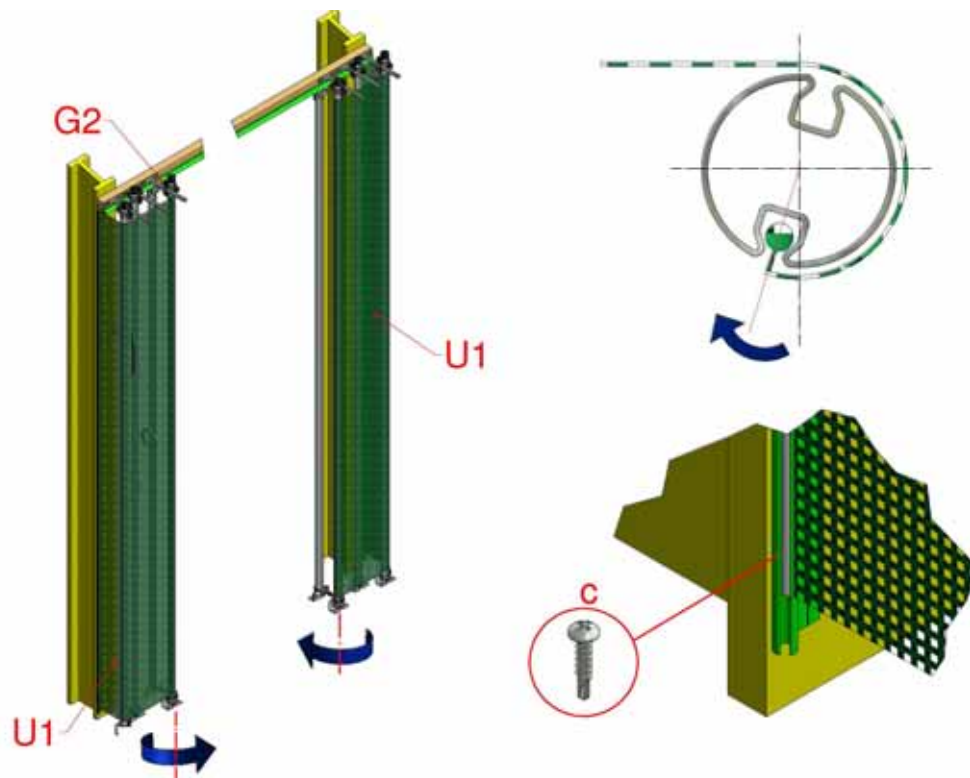

Figure 24 : couvercles d'extrémité
4.15 Une fois l'installation du moteur électrique terminée, y compris celle des interrupteurs de fin de course, il s'agit de poser les couvercles d'extrémité (U1), Figure 24. Fixer les tubes de commande